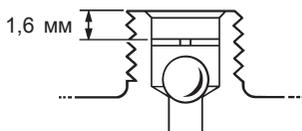

Рис. 3
- Открутите крышку (1).
- Теперь можно снять поплавок (4) и открутив два винта (8) снять весь механизм.
- Теперь можно заменить плунжер (5) или поставить новый механизм.
- Стопорная шайба должна устанавливаться на расстоянии 1,6 мм от верхнего среза (см. Рис. 3).